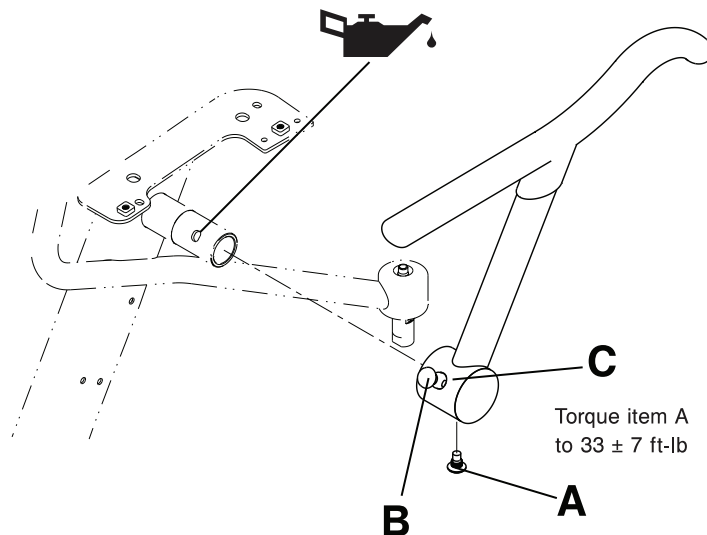

Figura 4-24: Sustitución del reposabrazos abatible
2. Con la llave hexagonal de 5/16 in, retire el pasador de tope (A) de la parte inferior del reposabrazos abatible (Figura 4-24 de la página 4-41). Deseche el pasador.
3. Con una mano, tire hacia arriba del pasador de liberación del reposabrazos (B) y utilice su otra mano para tirar hacia fuera del reposabrazos abatible (C) con el fin de retirarlo (Figura 4-24 de la página 4-41).
4. Lubrique la zona de giro del reposabrazos suministrado con lubricante Syntec (3000-200-7 19) (Figura 4-24 de la página 4-41).